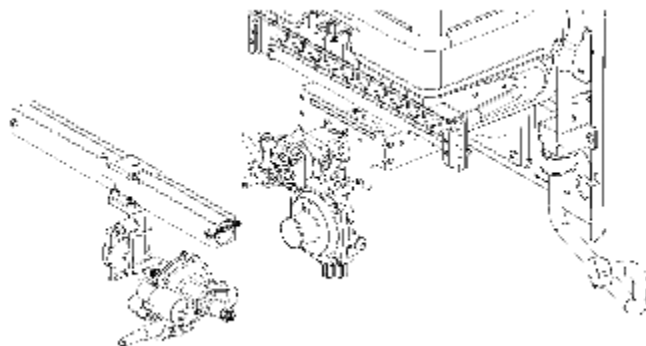

Рисунок 13
- 2.7.7 Аккуратно снимите коллектор горелки с водяным блоком, перемещая его вдоль штока водогазового блока (рисунок 13)